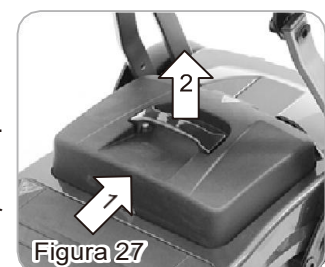

Figura 27
- Cada caja de batería contiene una batería de litio o (2) baterías de plomo (opcional).
- La caja de la batería ha sido diseñada para tener una buena estabilidad. Siga las instrucciones para desmontar la caja de la batería (Figura 27). Empuje la batería hacia atrás (1.) y tire de ella hacia arriba (2.).